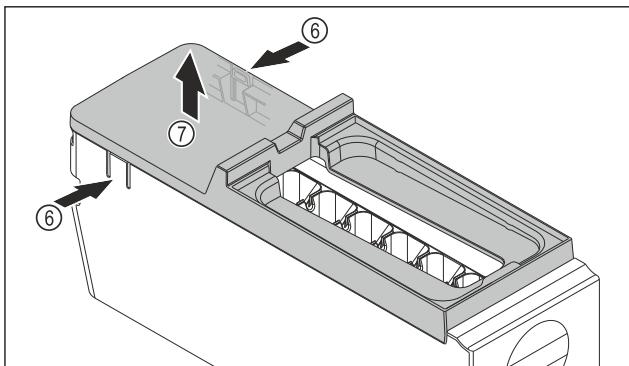

Fig. 79
- Vyjmoutí krytu korpusu EasyTwist-Ice: Lamely Fig. 79 (6) na obou stranách korpusu EasyTwist-Ice stlačte jednou rukou.
- Kryt Fig. 79 (7) vyjměte druhou rukou nahoru.